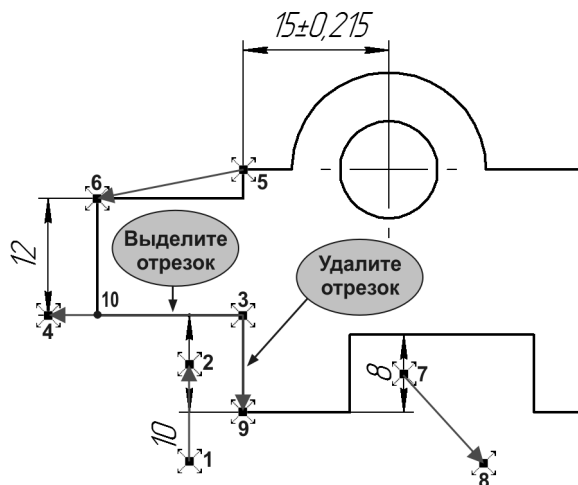

Рис. 24.2. Перемещения характерных точек
4. В тот момент, когда размерная надпись расположится между выносными линиями, отпустите кнопку мыши (рис. 24.2).
5. Установите курсор в характерную точку, соответствующую точке 3 на рис. 24.2, и перетащите ее влево в точку 4, которая является характерной точкой вертикального размера 12 мм.
1. Щелчком мыши выделите горизонтальный отрезок 3–10 (рис. 24.2).